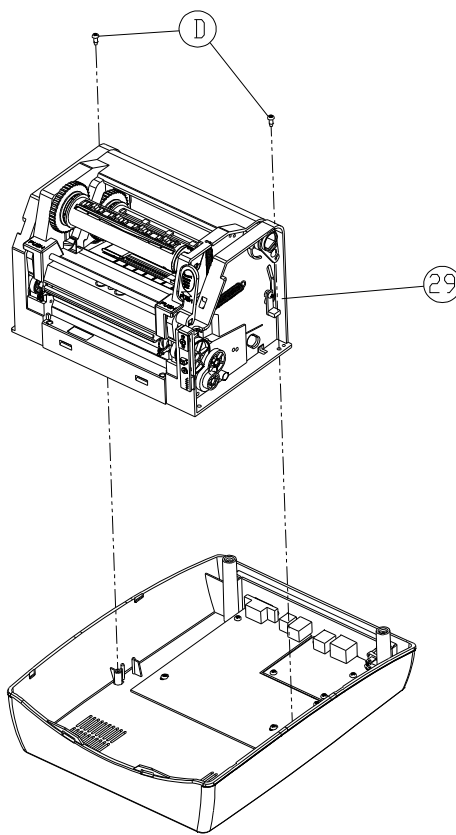

Figura 10.3.2
5. Extraiga los 2 tornillos (D).
6. Desconecte todos los conectores conectados en la placa principal. A continuación extraiga la "Carcasa de la impresora"(29) como se muestra en la Figura 10.3.2.